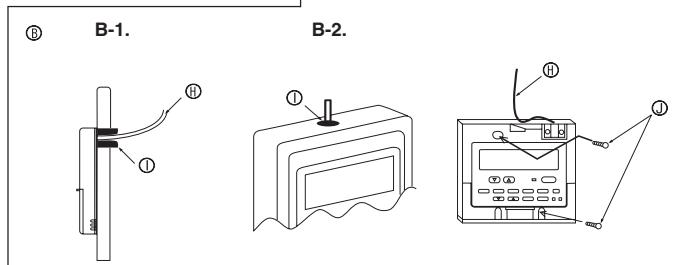

Fig. 6-3
- (2) Çığ damaları, su, hamamböceği ve kurtçuk girişini önlemek için uzaktan kumandanın bakım girişini macunlayın. (Fig. 6-3)
[Fig.6-3]